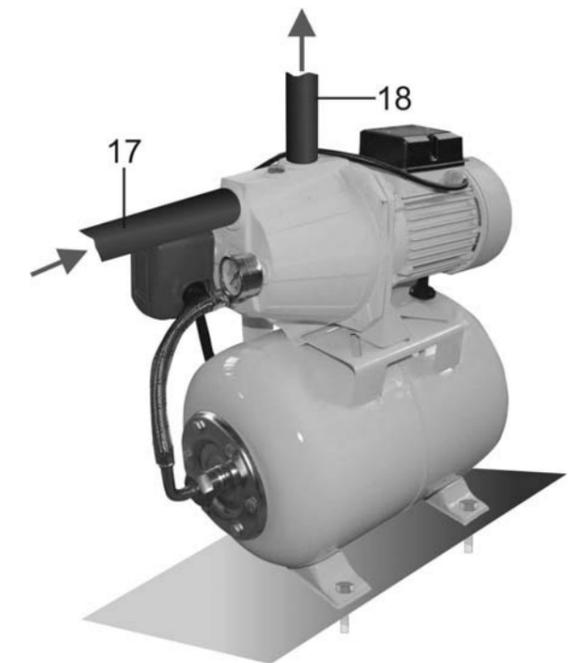

Рис.2
7. МОНТАЖ (Рис.2)
7.1. Станцию необходимо закрепить к полу или к другой ровной и устойчивой поверхности с помощью четырех болтовых соединений (не комплектуются), как показано на Рис.2.
8.2.2. Проверьте, есть ли вероятность опорожнения всасывающего трубопровода 17 (Рис.2). Если есть, то не оставляйте станцию без надзора, чтобы насос не работал "на сухую".
8.2.6. Откройте запорную арматуру на подающем трубопроводе 18 (Рис.2), чтобы воздух мог выйти из него.
8.3.2. Проверьте, поступает ли вода в подающем трубопроводе 18 (Рис.2).